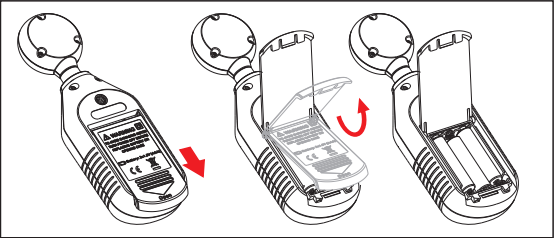

图3
- a. 本仪器的电源为3节1.5V AAA (7号) 电池, 请参考图3试用下列顺序安装或更换电池。